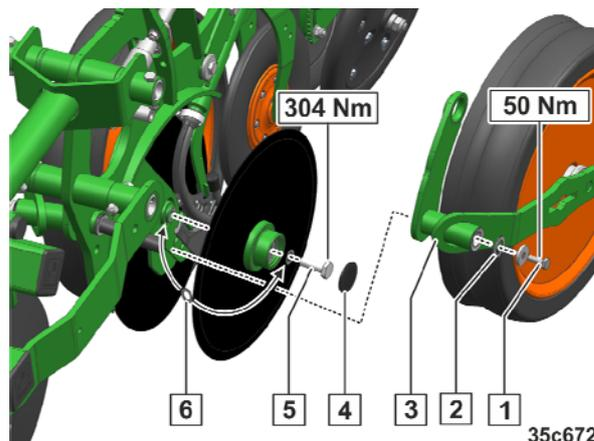

Fig. 312
1. Schraube (Fig. 312/1) lösen und entfernen.
2. Tragrollenhalter (Fig. 312/3) mit Tragrolle demontieren.
3. Anzahl der Distanzscheiben (Fig. 312/2) bachten.
4. Staubkappen (Fig. 312/4) entfernen.
5. Zentralschrauben (Fig. 312/5) lösen und entfernen.
- Distanzscheiben (Fig. 312/6) nach Bedarf entfernen oder hinzufügen.